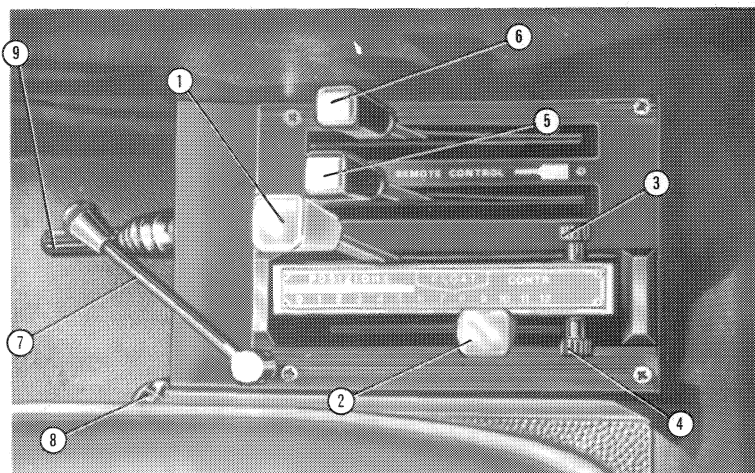

Fig. 7
- le levier de branchement de la prise de force soit poussé vers l'extérieur (7 fig. 7);
La prise de force, à commande mécanique et complètement indépendante (au moyen d'un levier à main) (7 fig. 7) est synchronisable avec le moteur ou avec les roues arrière.
Le **levier de commande** (1 fig. 7), avec poignée de couleur jaune.
commande la montée et la descente de l'outil; dans les travaux à position contrôlée, il permet de choisir le système de contrôle de l'outil. La vis de butée (3 fig. 7) limite la course du levier de commande dans son propre secteur, de sorte que les mêmes conditions de travail se ré-
Le **levier de réglage** (2 fig. 7), dont la poignée est verte, détermine la profondeur de travail de l'outil par rapport à sa position dans son propre secteur. Le champ d'action du levier de réglage est indiqué dans le secteur vert par une numération progressive à partir du zéro.